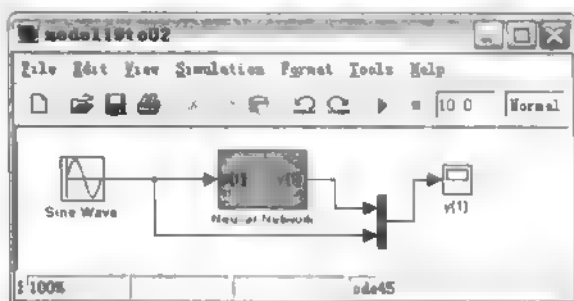
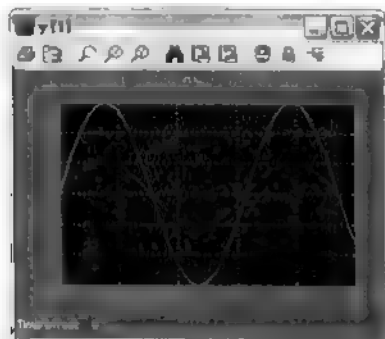
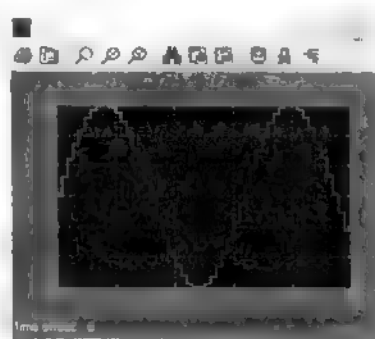

图 19.12 修改后的 Simulink 模型
图 19.13 修改模型后的结果
图 19.14 离散模型仿真结果
(10) 修改原来的神经网络模型, 将 $p\{1\}$ 模块换成 Sine Wave 模块, 如图 19.12 所示。运行结果如图 19.13 所示, 结果满足 $y=3*x$ 模型。
然后同样修改模型如图 19.12 所示，保存文件名为 model19to03.mdl，此模型与 model19to02.mdl 中的 Neural Network 模块不同，前者为离散模型，后者为连续模型。仿真结果如图 19.14 所示。